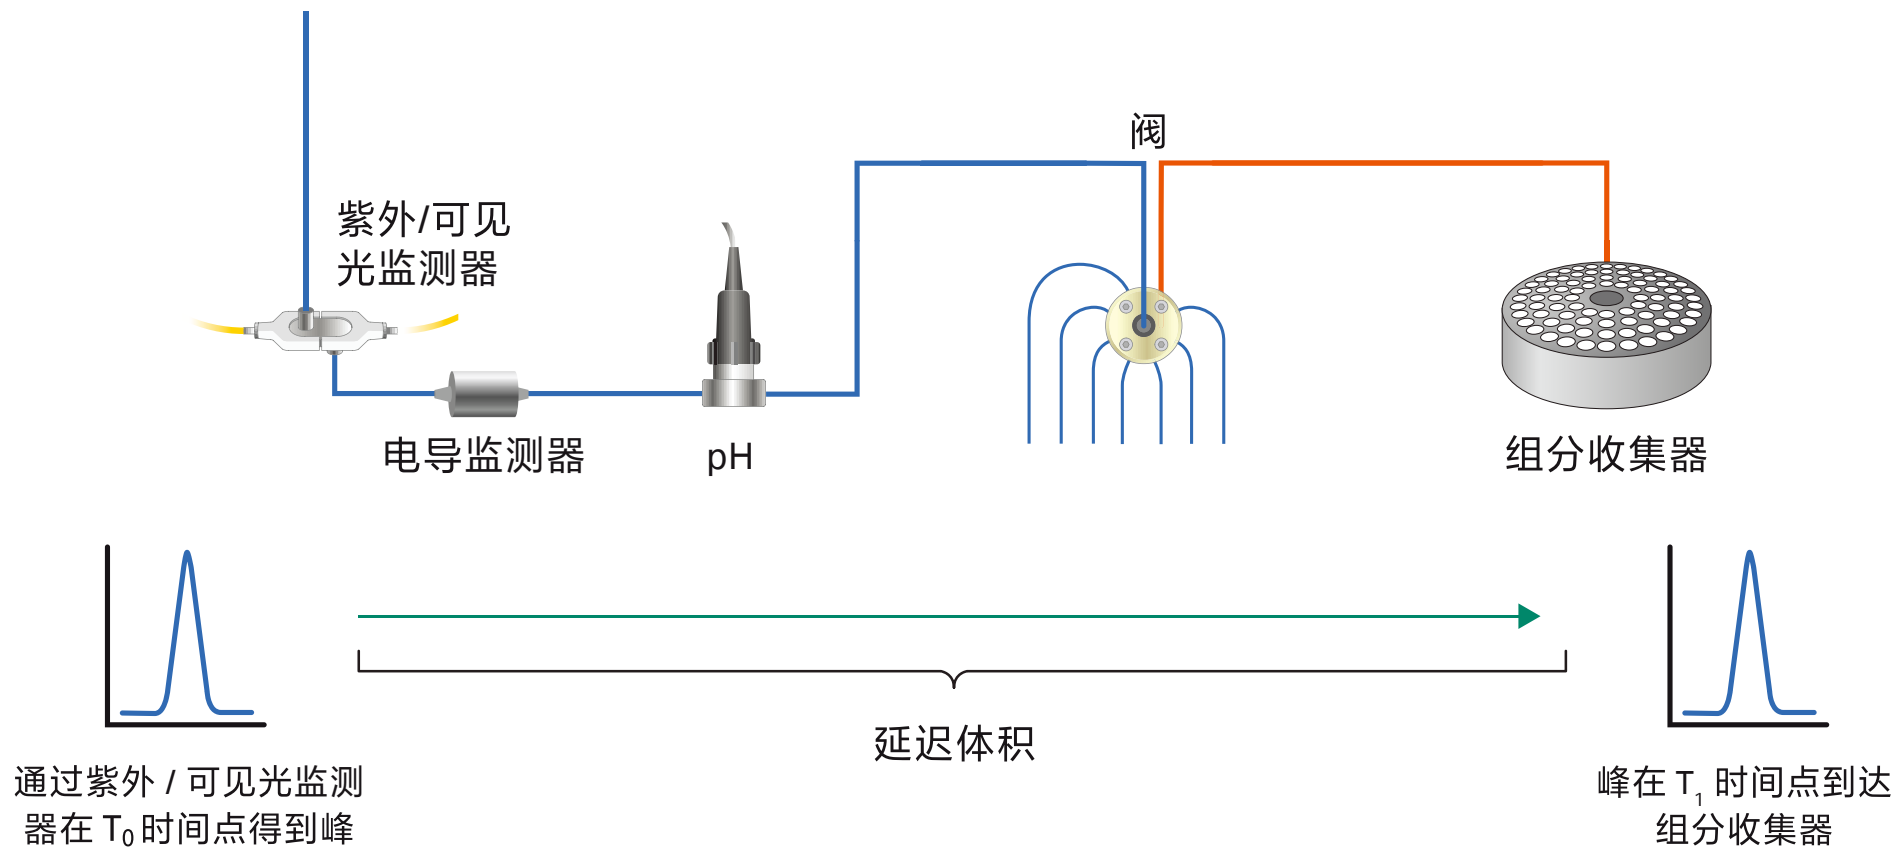

图 A3.1. 确定在示例中使用的系统组件。
**示例:**组分收集器延迟体积的测定, 包括UV监测器到组分收集器之间的所有组件。在这个例子中, 使用了 ÄKTApurifier UPC 10。关于系统组件见图 A3.1。